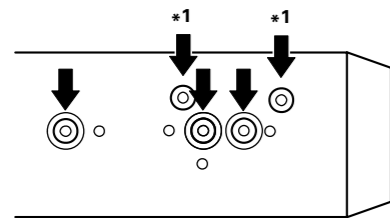
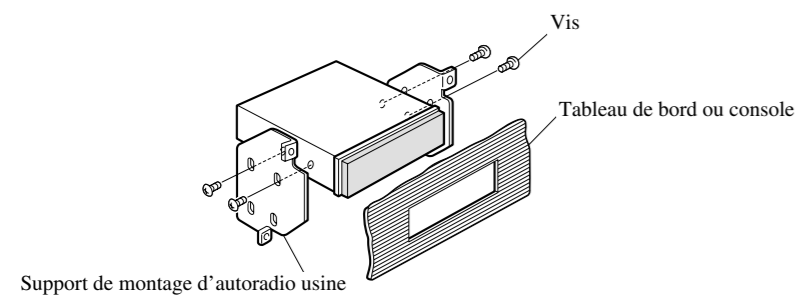

Fig. 12
Fig. 13
2. Fixation de l'appareil au support de montage d'autoradio pourvu par l'usine. (Fig. 12) (Fig. 13)